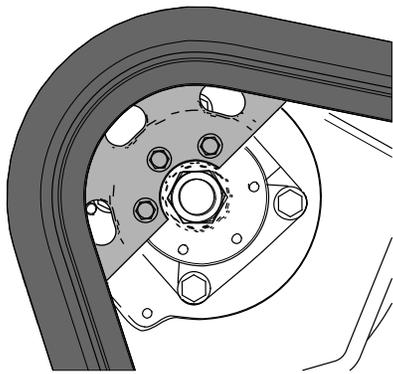

Рисунок 64
- Переведите рычаг управления тягой вперед до тех пор, пока половина ведущего колеса не войдет в зацепление с гусеницей (Рисунок 64).